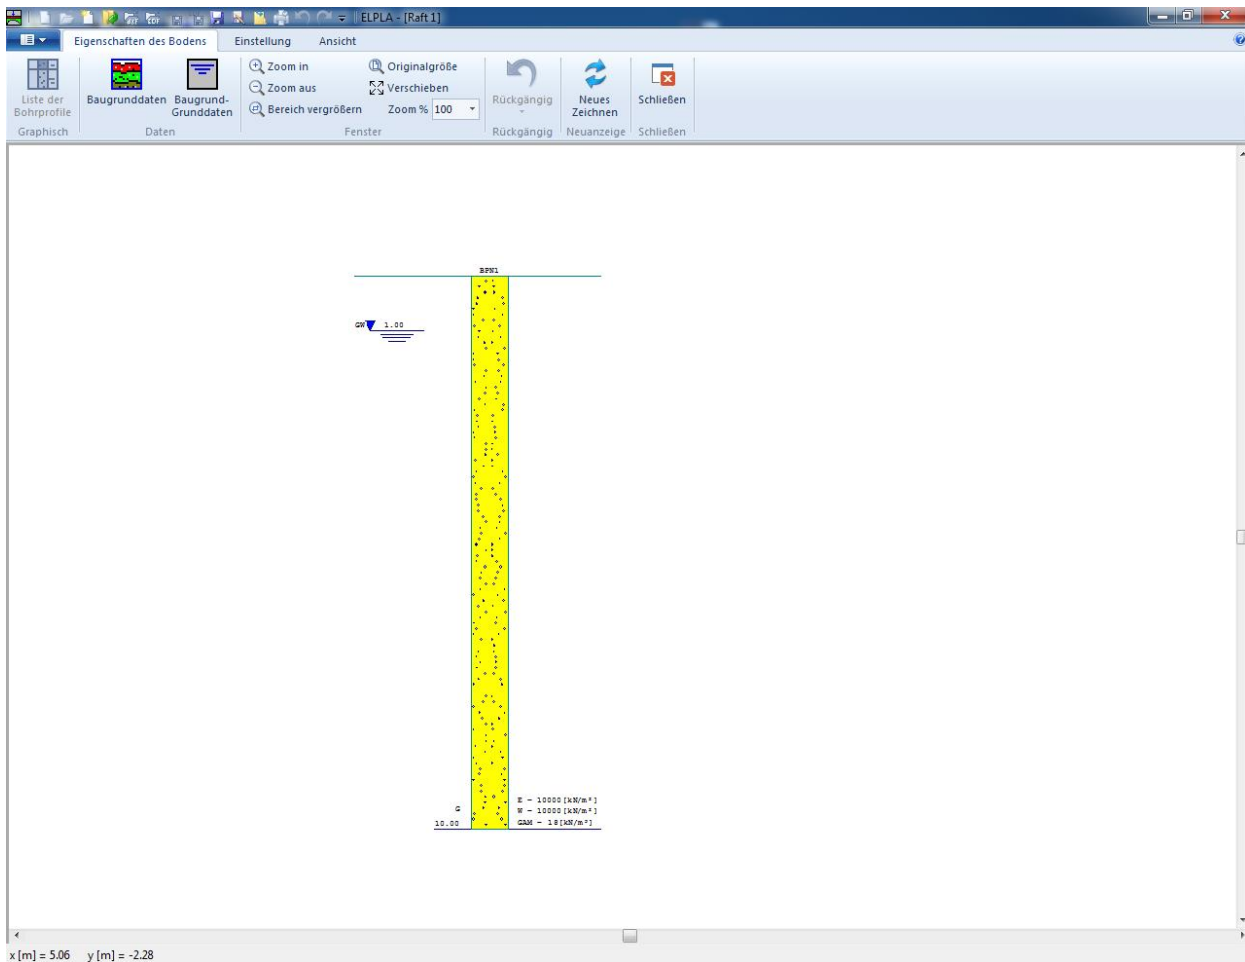
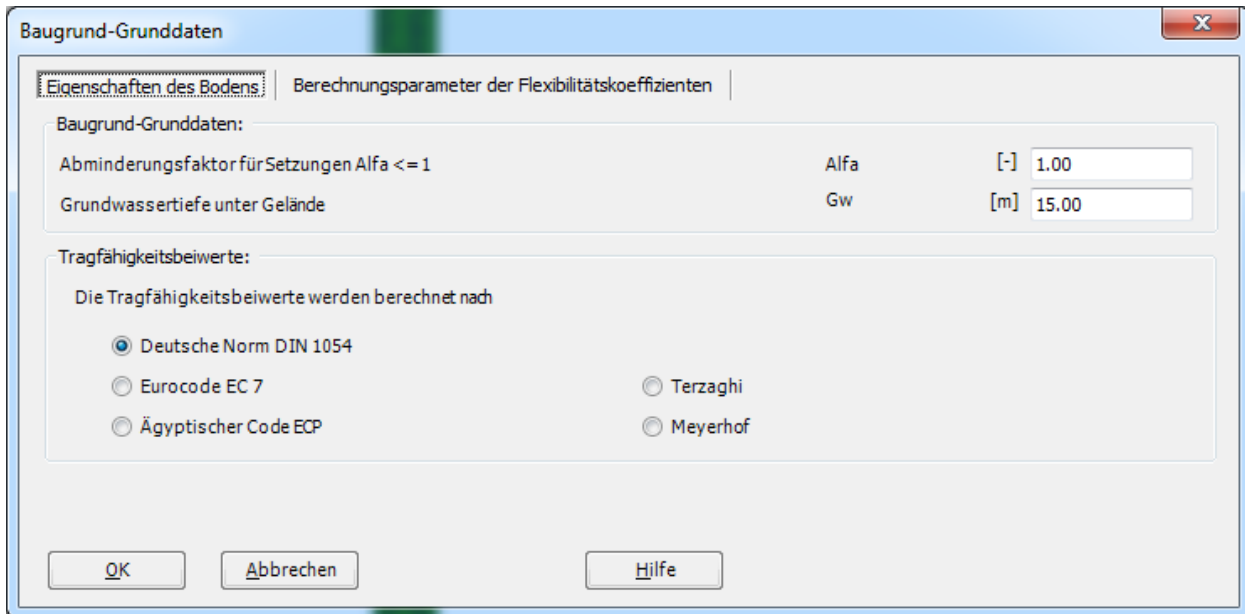

Bild 3.12 Standardbohrprofil
Bild 3.18 Dialogfeld "Baugrund-Grunddaten"
Das folgende Fenster im Bild 3.12 erscheint mit einem Standardbohrprofil
- Wählen Sie den Befehl "Baugrund-Grunddaten" aus dem "Daten"-Menü im Bild 3.12. Das folgende Dialogfeld im Bild 3.18 erscheint
- Hier geben Sie den Abminderungsfaktor für die Setzung α [-], *Poissonzahl* des Bodens ν_s [-] und Grundwassertiefe unter Gelände G_w [m] ein, wie im Bild 3.18 gezeigt
- Klicken Sie auf "OK" im "Baugrund-Grunddaten"-Dialogfeld im Bild 3.18